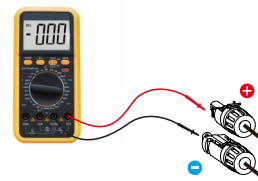
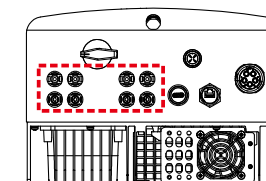

Figura 5.17 Medição por multímetro
Figura 5.18 Ligue os conectores CC ao inversor
5. Meça a tensão PV da entrada CC com multímetro, verifique a polaridade do cabo de entrada CC (consulte a figura 5.17) e certifique-se de que cada sequência de tensão PV esteja na faixa de operação do inversor. Ligue o conector CC ao inversor até ouvir um leve clique indicando que a ligação foi bem-sucedida. (veja a figura 5.18)